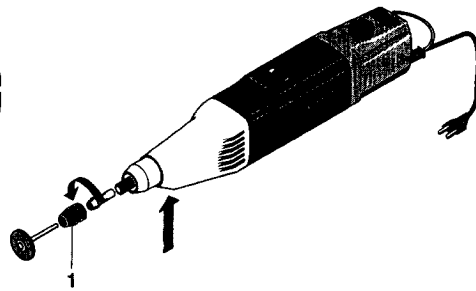

Fig. 2
Arretierknopf (Pfeil Fig. 2) niemals drücken, solange das Gerät läuft.
1. Überwurfmutter 1 (Fig. 2) leicht drehen und dabei gleichzeitig den Arretierknopf drücken, bis dieser einrastet. Mutter einige Umdrehungen lösen und Werkzeug wechseln. Bei feststehendem Werkzeug Gabelschlüssel verwenden.